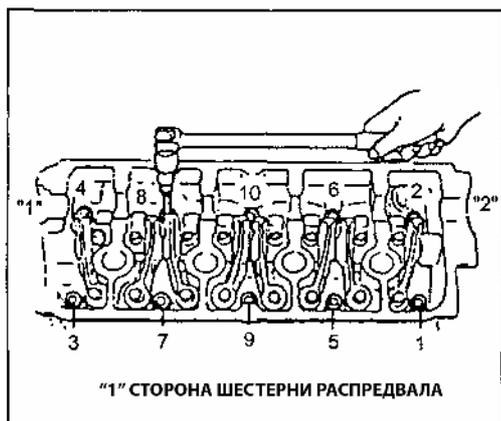

Рис. 95
- 11) Выверните болты головки блока цилиндров как показано на рисунке и снимите их (Рис. 95).